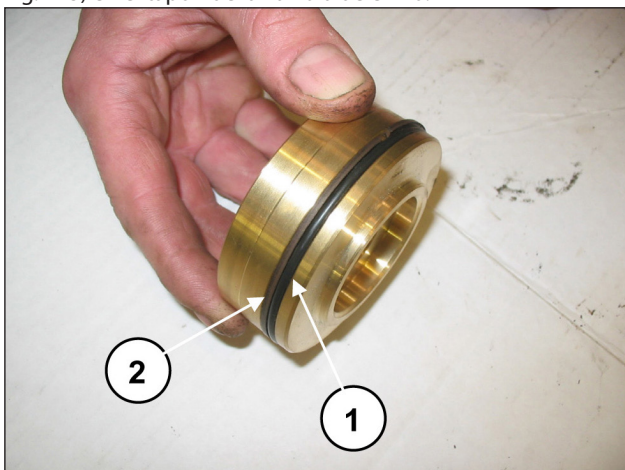

Fig. 125
Montar la junta tórica, pos. dibujo desglosado 19 (pos. ①, Fig. 125) y la anilla anti extrusión pos. desglosado 23 (pos. ②, Fig. 125) en el tapón de la válvula de envío.